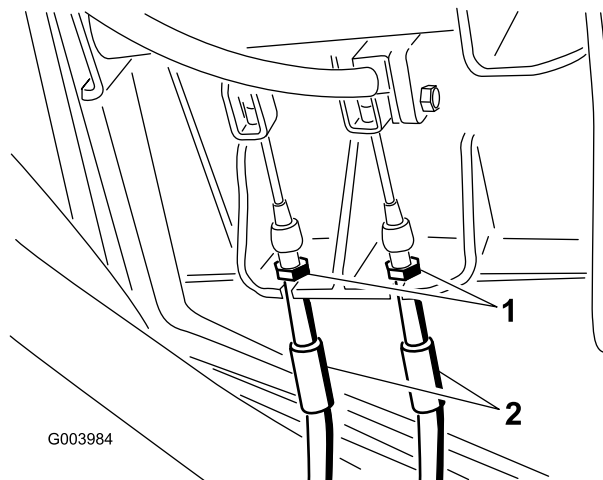

Figure 74
1. Pour réduire la garde aux pédales de frein, serrez les freins en desserrant l'écrou avant sur l'extrémité filetée du câble de frein (Figure 74).